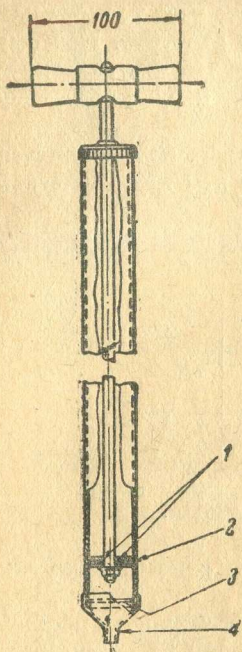

Рис. 69. Шприц для заправки маслом заднего моста и коробки передач:
2) поршень насоса переделывается для получения двухстороннего действия всасывания и нагнетания, для чего ставятся или две манжеты, формованные из кожи, или поршень изготавливается из подошвенной кожи, толщиной 3—5 мм. В последнем случае кожа должна быть плотно пригнана к цилиндру и с обеих сторон зажата металлическими шайбами. Диаметр этих шайб должен быть на 2 мм меньше диаметра цилиндра насоса. Шприц с поршнем из толстой кожи работает надежнее (рис. 69);